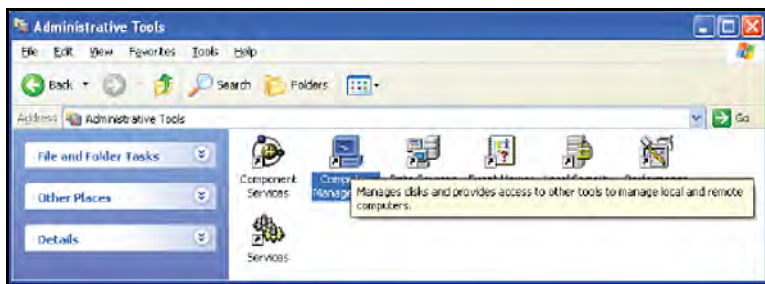

Рис. 114: Администрирование (значок управления компьютером)
2. В окне "Администрирование" щелкните Управление компьютером (Computer Management) (см. *Рис. 114* ниже).